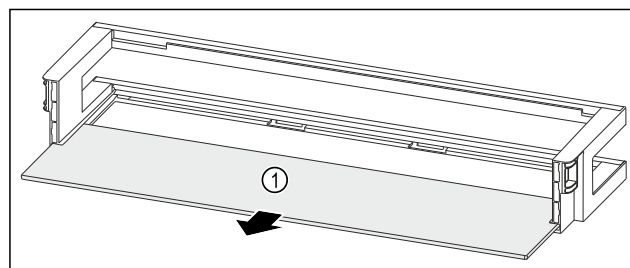

Fig. 50 Durų lentynėlė su lentyna
- ▶ Išimkite lentyną Fig. 50 (1).